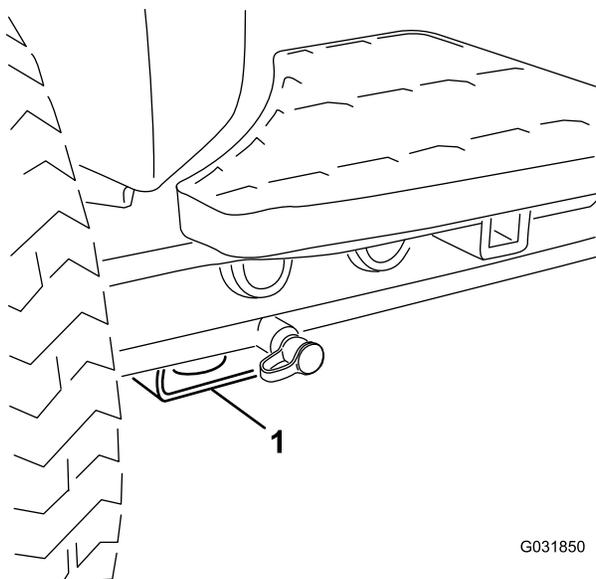

Рисунок 36
- В передней части используйте прямоугольную подкладку под трубой моста внутри каждого переднего колеса (Рисунок 36).